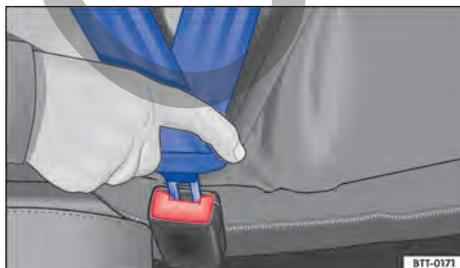

Fig. 18 Insertar la lengüeta del cinturón de seguridad en su cierre.
4. Inserte bien la lengüeta del cinturón en el cierre del cinturón correspondiente a la plaza → fig. 18.